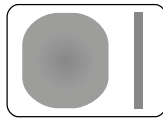
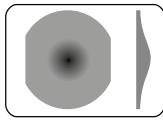
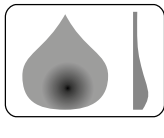

FIGURA 11.2 - DISTRIBUIÇÃO HOMOGÊNEA DE TINTA
FIGURA 11.3 - ALTA CONCENTRAÇÃO NO CENTRO
FIGURA 11.4 - ALTA CONCENTRAÇÃO NO FUNDO
6. A Figura 11.2 ilustra um bom exemplo de aplicação de tinta. Se a aplicação apresentar uma concentração elevada de tinta no centro conforme a Figura 11.3, significa que o produto deve ser diluído. Se a aplicação apresentar concentração elevada nas partes superior e inferior conforme a Figura 11.4, significa que o bico de fluido **5** ou as capas de ar **15R** e **15L** estão parcialmente obstruídos e deverão ser limpos.